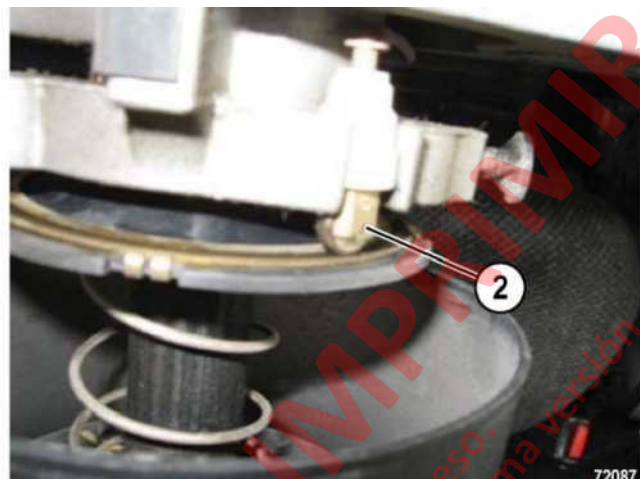

FIGURA 5-3. TUERCA RETEN DEL VOLANTE DE LA DIRECCION
2. Use un destornillador de bolsillo para hacer palanca en el botón de la bocina (4, Figura 5-3) del volante de la dirección (1).
3. Desconecte el cable de la bocina (3) y aparte el botón de la bocina.
4. Saque la tuerca (2).
1. Ponga el volante de la dirección (1, Figura 5-3) en posición en el eje de la columna de la dirección mientras guía el cable de la bocina (3) a través del orificio de acceso en el volante de la dirección. Alinee las marcas en el volante de la dirección y en el eje que se hicieron durante el desensamblado. Alinee las endentaduras y empuje el volante de la dirección sobre el eje.
2. Coloque una tuerca (2). Apriete la tuerca a 81 ± 7 N.m (60 ± 5 lb).
3. Conecte el cable de la bocina (3) al botón de la bocina (4).
El interruptor de señal de viraje multifunción (4, Figura 5-3) se usa para activar las luces de señal de viraje, los limpiaparabrisas y las luces delanteras altas o bajas.